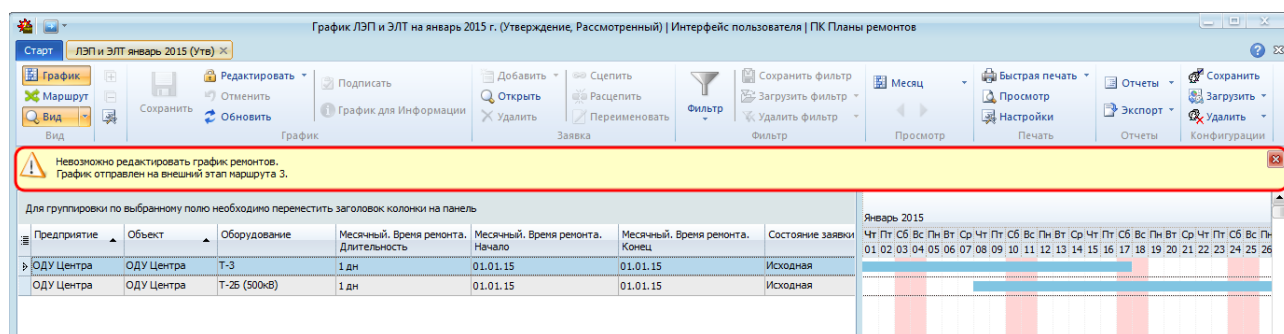

Рисунок 10.67 – Отображение информации о том, что график ушел на внешний маршрут
- если график находится в состоянии «Рассмотренный» и отправлен на внешний маршрут, пользователь не наделен правом «Сброс подписей на маршруте графика», то при нажатии на кнопку « Редактировать» выводится предупреждающее сообщение (Рисунок 10.67);